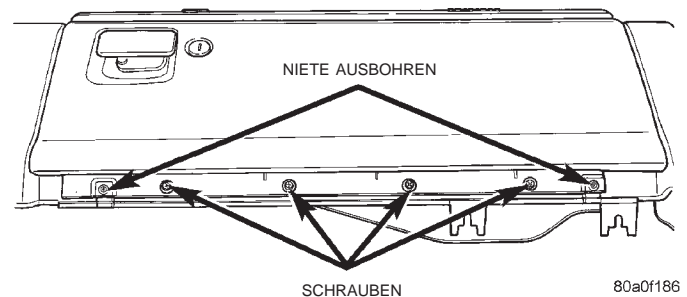

Abb. 17 Handschuhfach aus- und einbauen
- (1) Batterie-Minuskabel abklemmen und elektrisch isolieren.
- (2) Die beiden Niete ausbohren, mit denen das Scharnier der Handschuhfachklappe rechts in der Handschuhfachöffnung befestigt ist (Abb. 17).